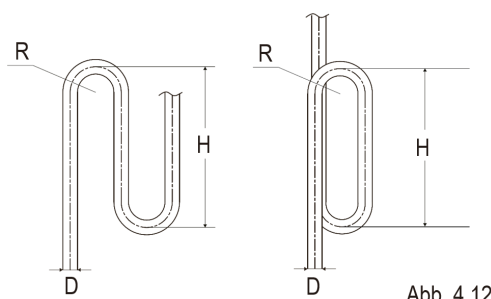

Abb. 4.12
- Wenn sich das Außengerät oberhalb des Innengeräts befindet und der Höhenunterschied mehr als 20 m beträgt, wird empfohlen, alle 10 m einen Ölrücklaufbogen an der Gasleitung der Hauptrohrleitung anzubringen. Die empfohlenen Spezifikationen des Ölrücklaufbogens sind in Abbildung 4.12 dargestellt.
Anforderung: Der größte Höhenunterschied zwischen Innen- und Außengerät sollte 30 m (wenn das Außengerät oben steht) bzw. 20 m (wenn das Außengerät unten steht) nicht überschreiten. Zusätzlich: Wenn sich das Außengerät oben befindet und der Höhenunterschied größer als 20 m ist, wird empfohlen, alle 10 m einen Ölrücklaufbogen mit den in Abbildung 4.12 angegebenen Abmessungen in die Gasleitung der Hauptleitung einzubauen.